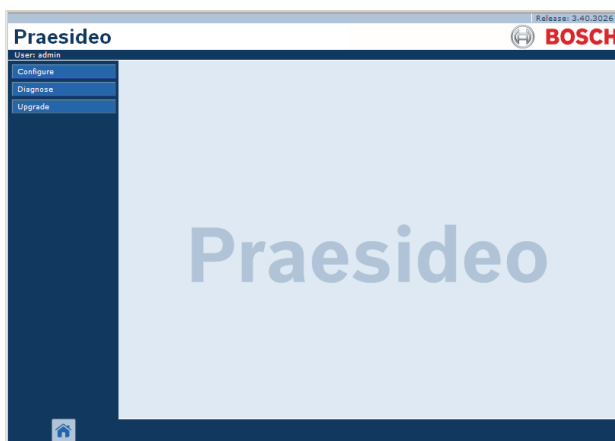

Abb. 36.8: Startseite des Webinterface.
- 5 Geben Sie den Benutzernamen in das Feld *User Name* und das Passwort in das Feld *Password* ein und klicken Sie auf *OK*, um die webbasierte Benutzeroberfläche zu öffnen. Es erscheint ein Bildschirm, der dem in Abb. 36.8 ähnelt.